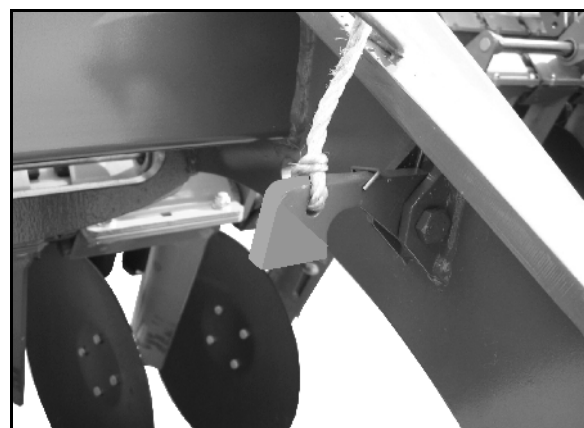

Рис. 30
- Рис. 30 – левая сторона агрегата